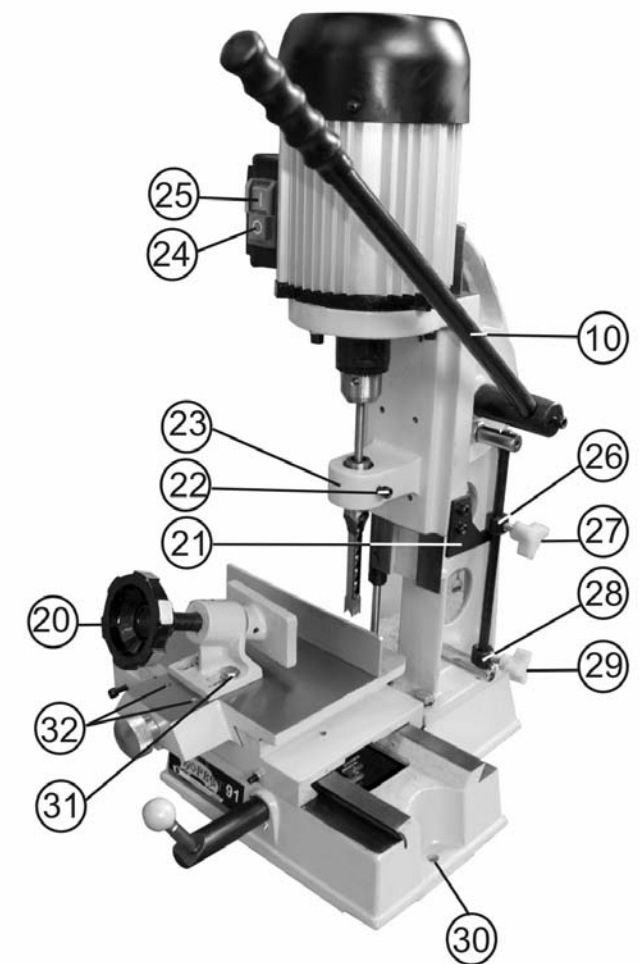
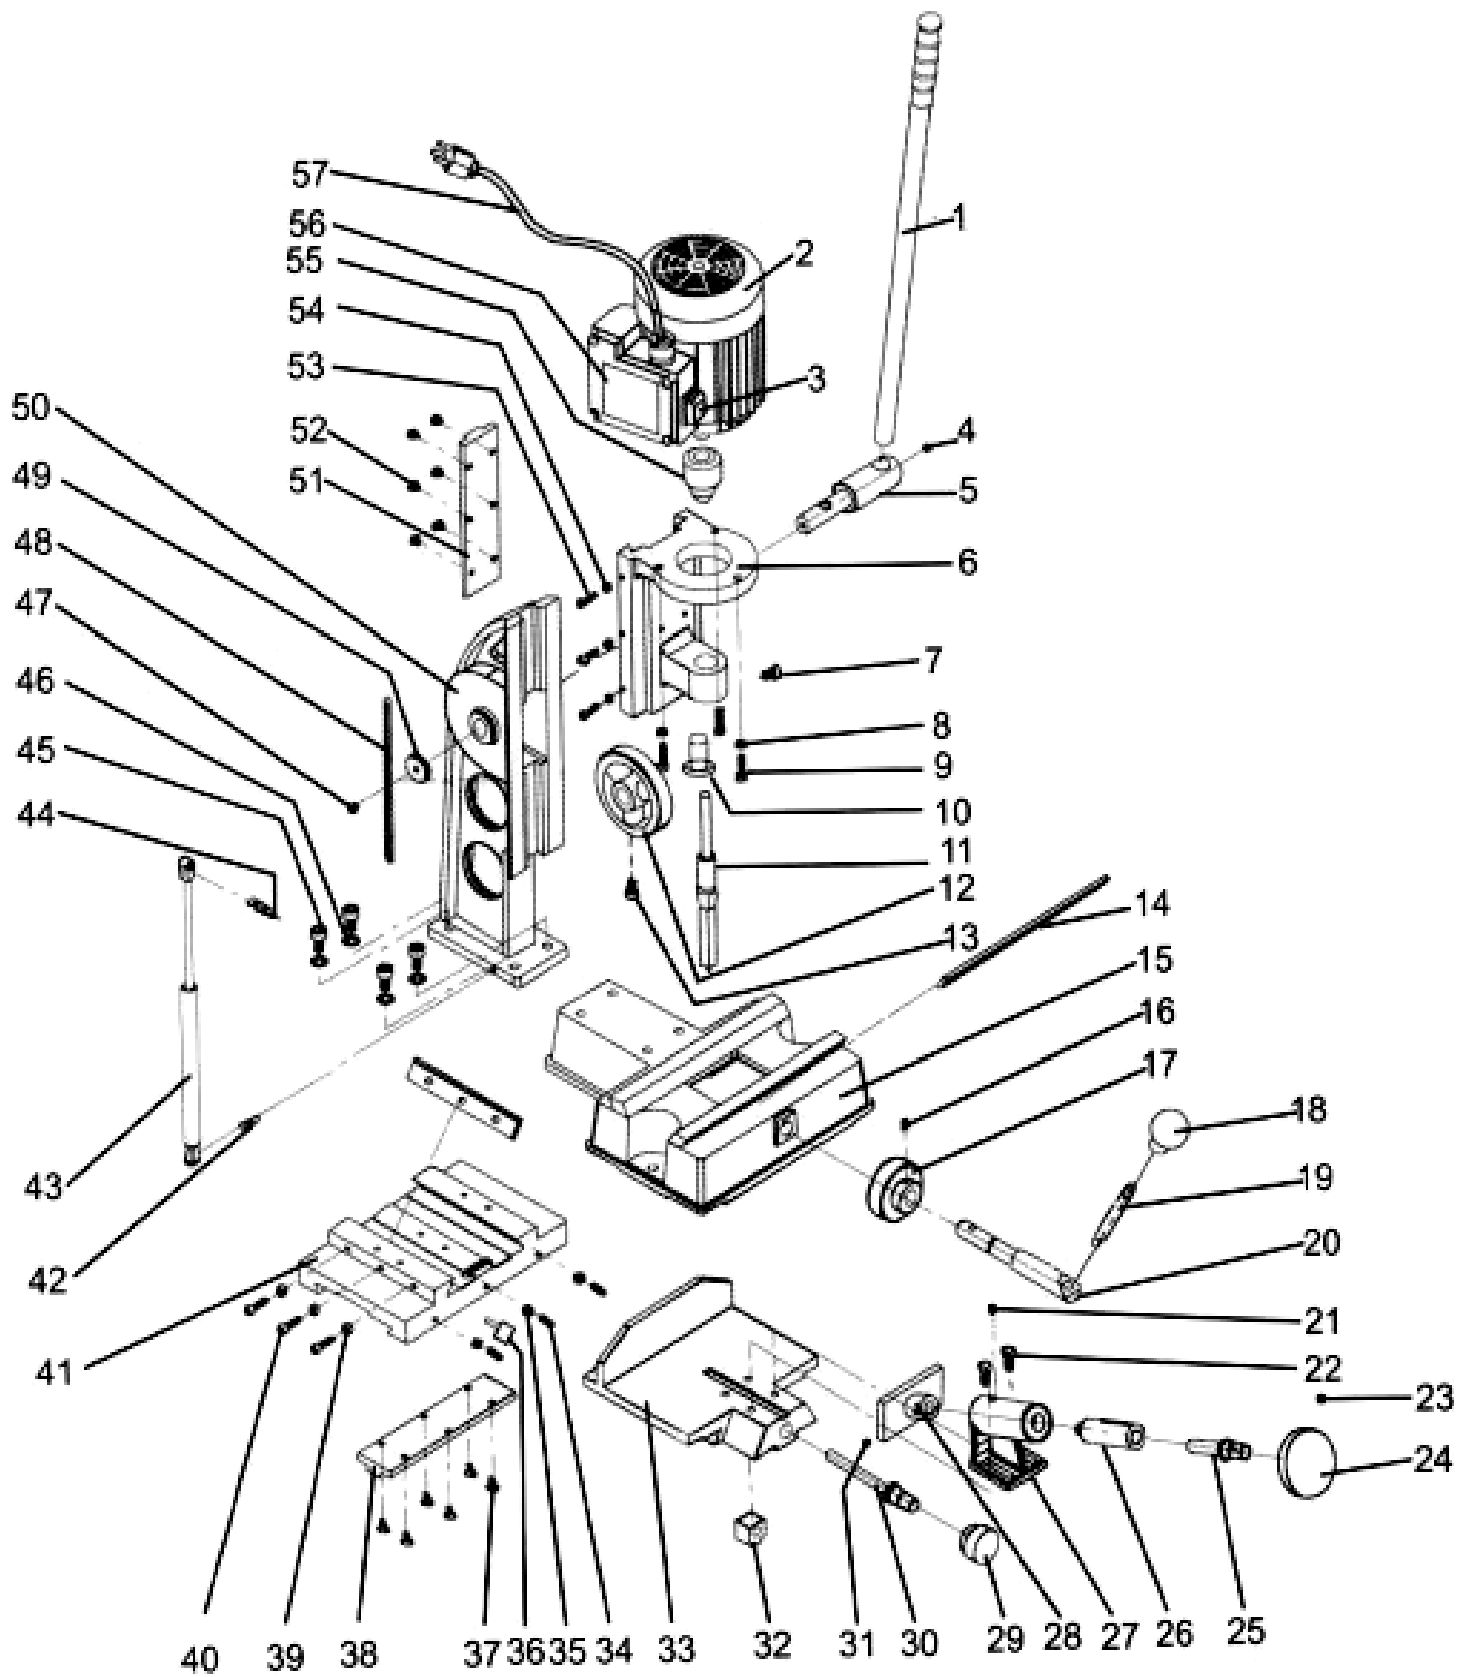

Рис.3
Рис. 1
8.1. Монтаж и установка машины (Рис.3)
8.2.1. Как показано на Рис.3, установите и болтом (Г), Рис. 1, закрепите рычаг (10).
8.2.3. В установочное гнездо (23) установите и болтом фиксации (22) закрепите долото (13). Через внутреннее отверстие долота (13) установите и ключом сверльного патрона (Д), Рис.1, закрепите в сверльном патроне (34), сверло (35).
#### 9.2. Регулировка прижимного устройства (Рис.3,5)
### Детали сборки «Корвет 91» (Рис. 1)